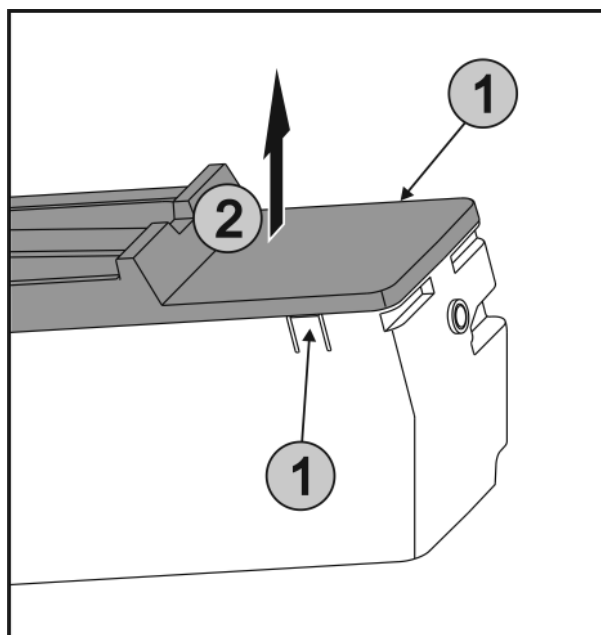

Fig. 56
- Одновременно нажать на накладки Fig. 56 (1) на обеих сторонах EasyTwist-Ice и снять крышку Fig. 56 (2) движением вверх.